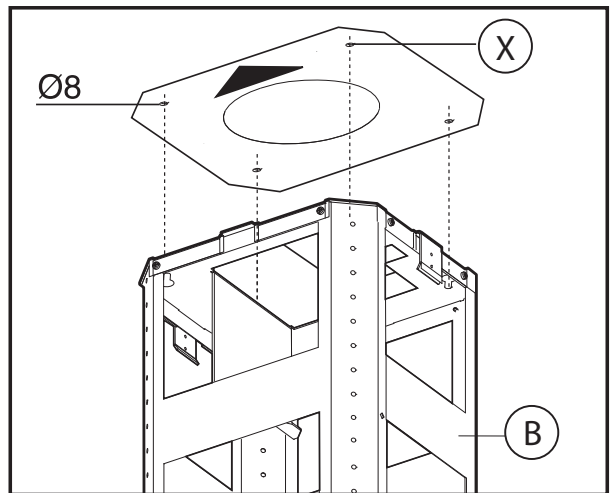

Fig.2
- Coloque la guía de perforación en el techo asegurándose que la flecha sea colocada en el mismo lado del mando del aparato (**Fig.2**). Efectúe los 4 agujeros $\text{Ø}8$ en el techo y atornille 3 tornillos sin ajustar completamente, asegurándose de no introducir el tornillo en el agujero señalado con una X en la guía de perforación (los tornillos y parches de expansión deben ser adaptos al tipo de pared).